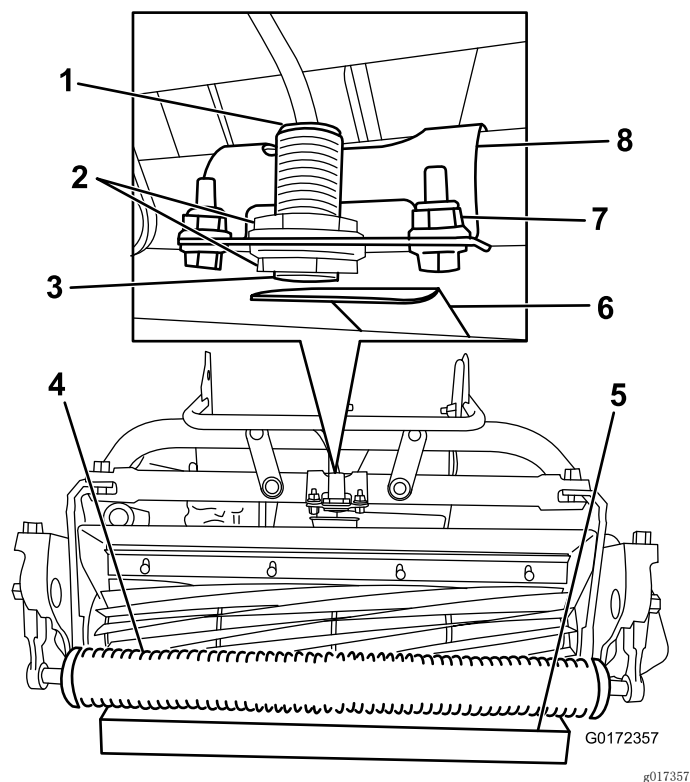

图16
2. 松开传感器上的锁紧螺母并调节传感器，确保看到一条螺纹越过下部锁紧螺母 (图16)。
4. 将 3.8cm 的挡块放在前滚刀组滚筒下面 (图16)。
5. 松开将传感器支架固定到机架的紧固件 (图16)。
8. 向靶板方向旋转传感器支架、直至传感器顶部的指示灯亮起（图16）。如果指示灯已经亮起，把传感器支架旋离靶板，直至它熄灭，然后反方向旋转，直至指示灯再次亮起。